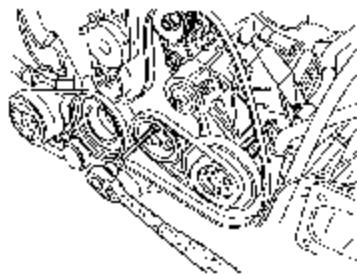

图 2-130 固定动力转向泵皮带轮
(1) 拆下硅油风扇离合器, 标记出水泵的皮带轮前后二片的安装位置。
(2) 用一个芯棒固定动力转向泵的皮带轮, 如图 2-130 所示。